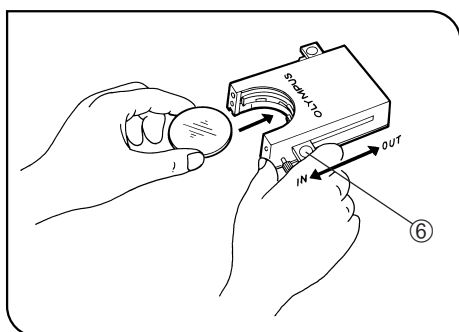

Fig. 8
Utilización del cassette para filtros (Figs 8 - 11)
2. Deslice la palanca ⑥ a la posición METIDA (IN). Asegúrese de que oye un clic indicativo de que está en la posición correcta. (Fig. 8)